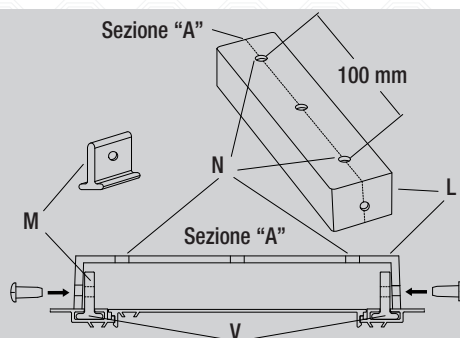

fig. 7 / Abb. 7
- Rilevare l'interesse dei fori di fissaggio dalla tabella (**tab. 1**) e segnare sulla superficie dove dovrà essere fissato l'apparecchio. Tale interesse è posizionabile tra una quota minima ed una massima, essendo gli attacchi a soffitto mobili sulla plafoniera per la sua lunghezza, mentre l'interesse (**N**), la sua larghezza, è di 100 mm (**fig. 7**).
- Fissare a plafone, mediante viti o tasselli (non in dotazione), attraverso i fori (**N**) gli attacchi a soffitto (**L**) (**fig. 7**).
- Unire le due parti degli attacchi a soffitto (**L** e **M**), serrandole con la vite in dotazione (**fig. 7**).